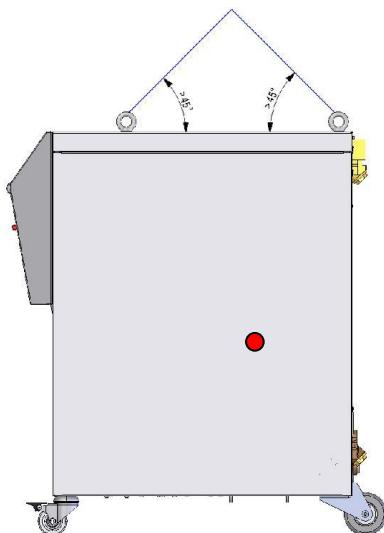

Рис. 7: Места прицепки
1. Соответственно закрепить Рис. 7 тросы и ремни.
2. Убедиться в том, что устройство в подвешенном состоянии располагается прямо, учитывать внецентровый центр тяжести (→ ● Рис. 7).